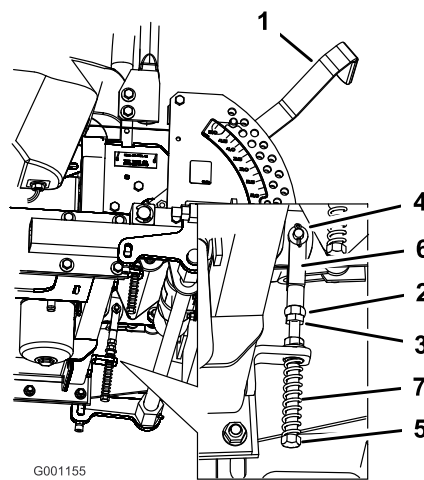

Figure 68
8. Si un réglage s'impose, desserrez l'écrou et l'écrou de blocage (Figure 68).
9. Appliquez une légère pression à l'arrière du levier, et tournez la tête du boulon de réglage dans le sens voulu pour centrer le levier à la position de verrouillage du point mort (Figure 68).
10. Serrez l'écrou et l'écrou de blocage (Figure 68).